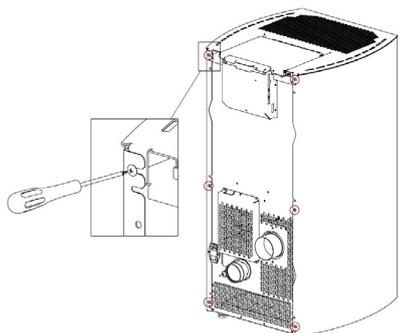

Fig. 41 - Schrauben lösen
- Die 6 hinteren Schrauben heraus-schrauben (siehe **Fig. 41 auf S. 23**).